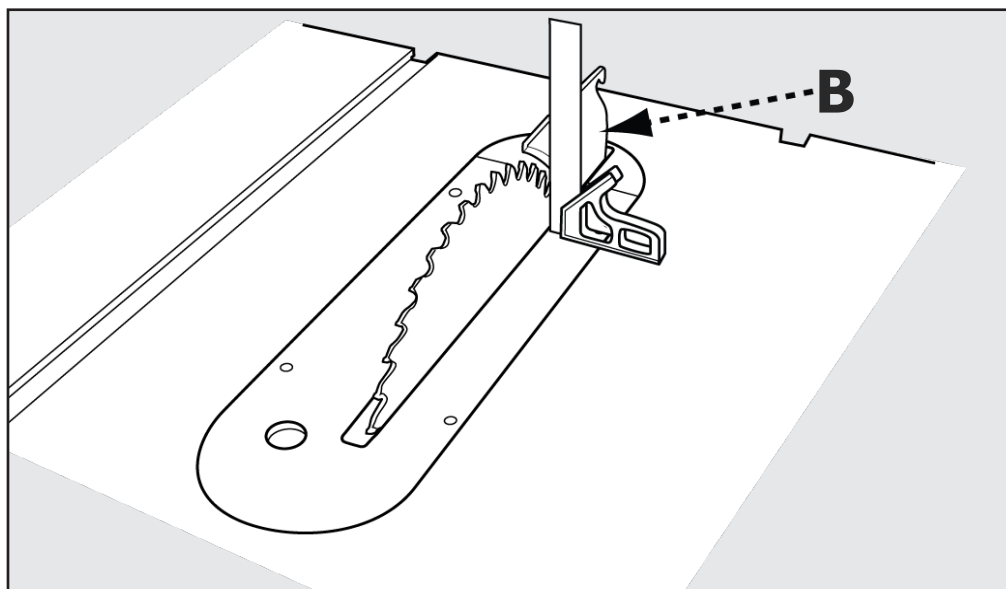

FIGURE 27
Placer une équerre (B) sur la surface de la table et contre la lame et le couteau diviseur. L'équerre doit être entièrement en contact avec la face de la lame et le couteau diviseur. Voir figure 27.